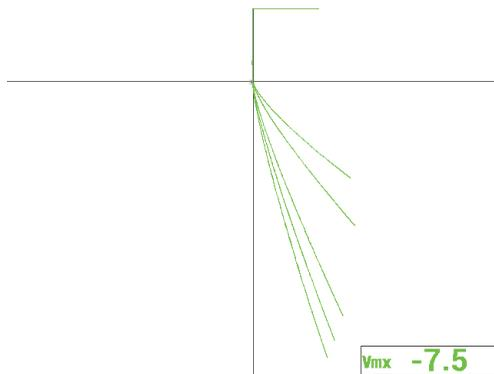

图 5-77 显示电导率和磁导率的影响
11. 按全屏 / 下一组键 (  ), 切换到全屏模式, 然后将探头先后放置在每个样件上, 以显示电导率和磁导率对阻抗平面图的影响 (参见第 170 页的图 5-77)。